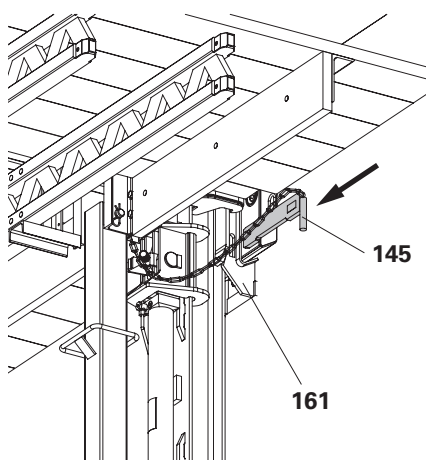

Fig. D2.05
5. Inserire il corrente ACS (**145**) nel dispositivo di sospensione II (**161**). (Fig. D2.05)